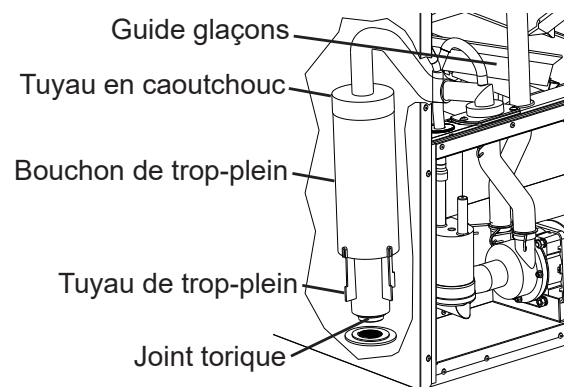

Fig. 6
- 7) Faire glisser le guide glaçons vers la droite, puis déposer le bouchon en caoutchouc et le manchon qui recouvre le tuyau de trop-plein. Voir fig. 6. Dévisser le tuyau de trop-plein. Après la vidange du réservoir d'eau, raccorder de nouveau le tuyau de trop-plein. Remettre le flexible en caoutchouc, le bouchon de trop-plein et le guide glaçons dans leurs positions initiales. **AVIS ! Vérifier que le joint torique est bien attaché au bas du tuyau de trop-plein et veiller à ne pas fausser le filetage du tuyau de trop-plein.**
- 4) Déposer le panneau isolant avant, puis faire glisser le guide glaçons vers la droite. Déposer le bouchon en caoutchouc et le manchon qui recouvre le tuyau de trop-plein. Voir fig. 6. Dévisser le tuyau de trop-plein. Après la vidange du réservoir d'eau, raccorder de nouveau le tuyau de trop-plein. Remettre en place le flexible en caoutchouc, le bouchon de trop-plein, le guide glaçons et le panneau isolant avant. **AVIS ! Vérifier que le joint torique est bien attaché au bas du tuyau de trop-plein et veiller à ne pas fausser le filetage du tuyau de trop-plein.**